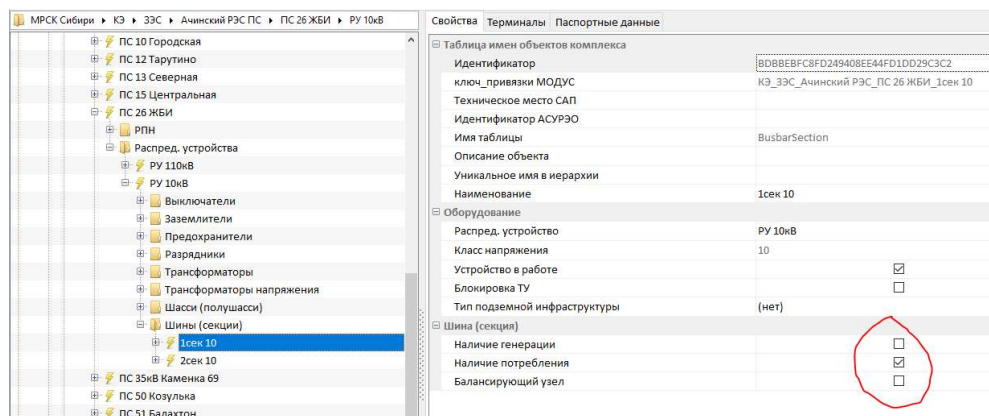

Рисунок 3.11 – Задание вида нагрузки на шинах
- В службе режимов взять данные об активных и реактивных нагрузках на шинах всех подстанций, включая абонентские для режима максимальных нагрузок (Эта информация потребуется для настройки расчетных задач). Если такая информация для конкретной шины с нагрузкой отсутствует – нужно указать признак наличия нагрузки в окне свойств шины (Рисунок 3.11). При наличии генерации ставится признак в соответствующем поле.